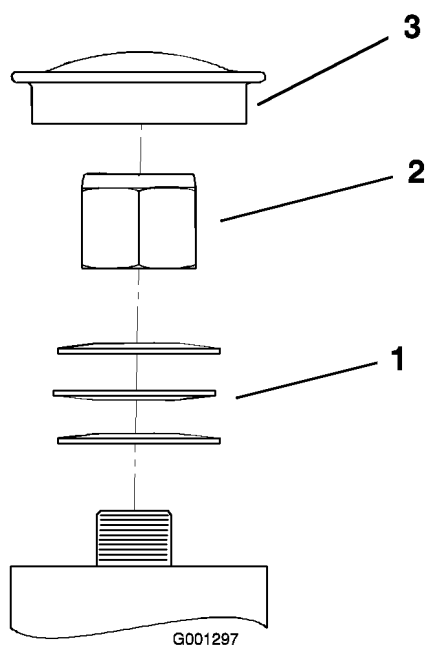

Figure 44
3. Retirez le capuchon anti-poussière de la roue pivotante et serrez le contre-écrou (Figure 44).
4. Continuez de le serrer jusqu'à ce que les rondelles élastiques soient aplaties, puis desserrez-le de 1/4 de tour pour obtenir la précharge correcte des roulements (Figure 44).
Important: Veillez à placer les rondelles comme illustré (Figure 44).
5. Remettez le capuchon anti-poussière en place (Figure 44).